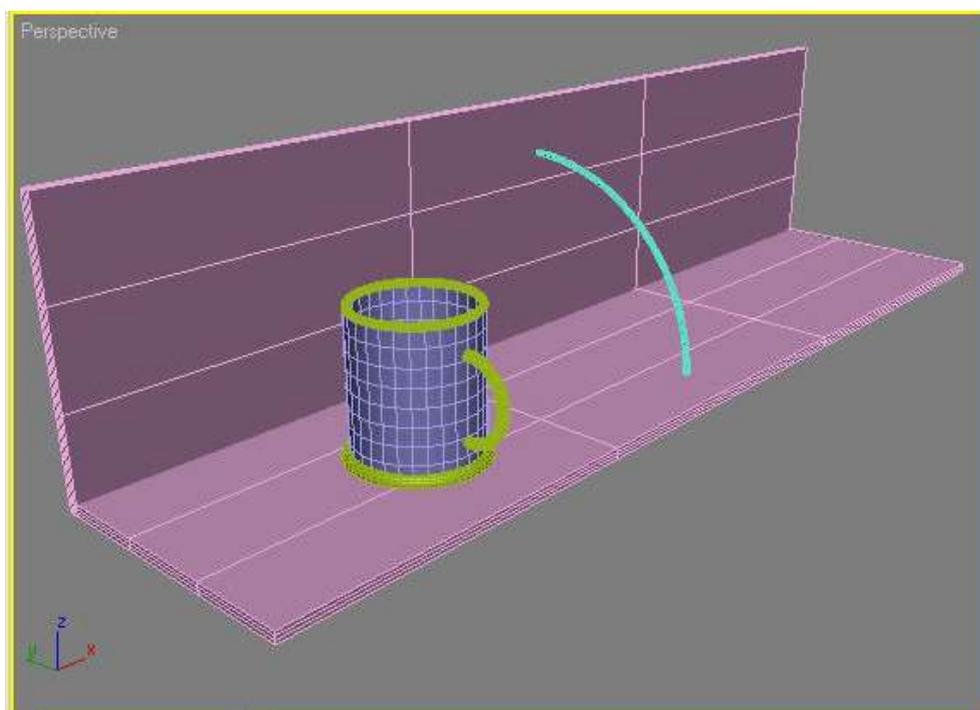

Рис. 17 – Сцена после удаления ненужной части тора
3. Удалите часть тора, которая оказалась за полкой. Установите значение параметра Slice From (Удалить от) равным -180 , а параметра Slice To (Удалить до) — 90 (рис. 17).